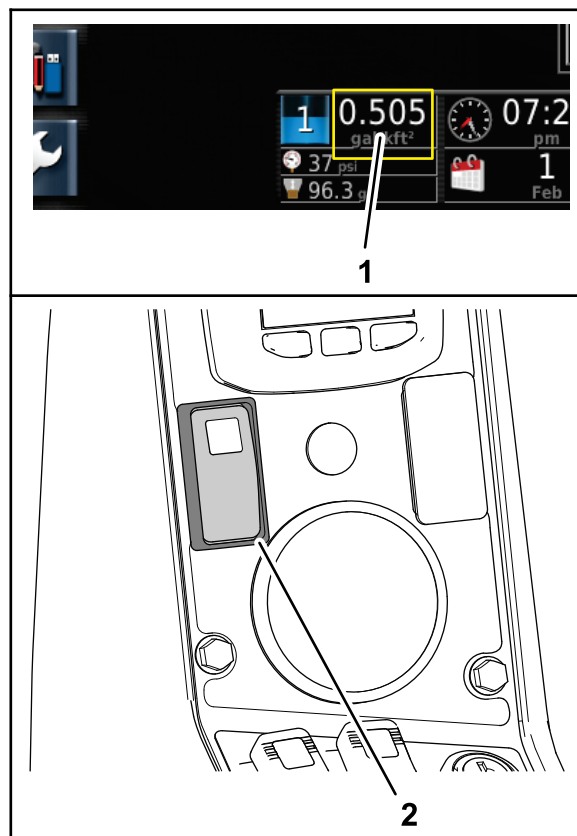

図 53
1. X25 コントロールコンソールのダッシュボードに表示される散布率が目標としている散布率になるようにエンジン速度を調整し、スロットルロックスイッチをセットする 図 53。